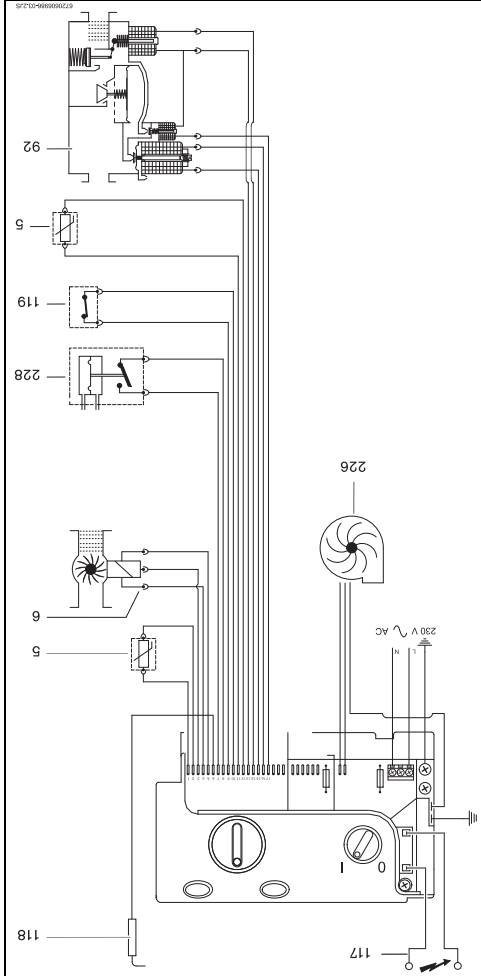

Fig. 2 Schéma électrique
- contrôle de la flamme par l'électrode d'ionisation (Fig. 2, [18]).